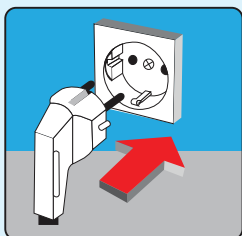

IMAGEN 14
- Retire el enchufe de la toma de su producto. (Imagen 14)